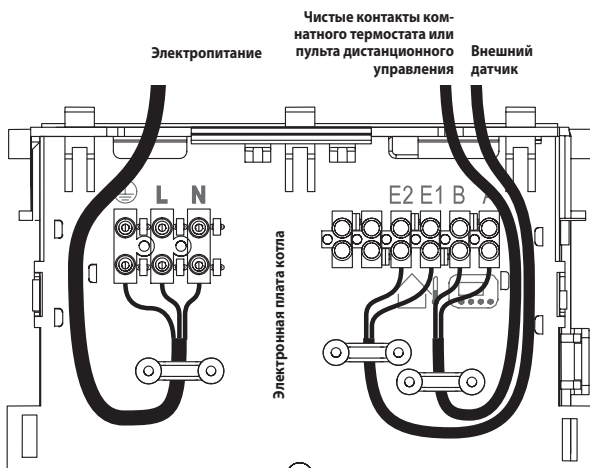

Рисунок 4.5
- Подсоедините токопроводящий кабель к всеполюсному выключателю, соблюдая соответствие линии (коричневый провод) и нейтрали (голубой провод) (Рисунок 4.5).
Чтобы подсоединить комнатный термостат, используйте клеммные колодки (Рисунок 4.5). Установка комнатного термостата исключает установку пульта дистанционного управления. При подсоединении любого типа комнатного термостата необходимо снять электрическую перемычку между А и В.
Электропровода комнатного термостата необходимо вставить между зажимами А и В Рисунок 4.5.